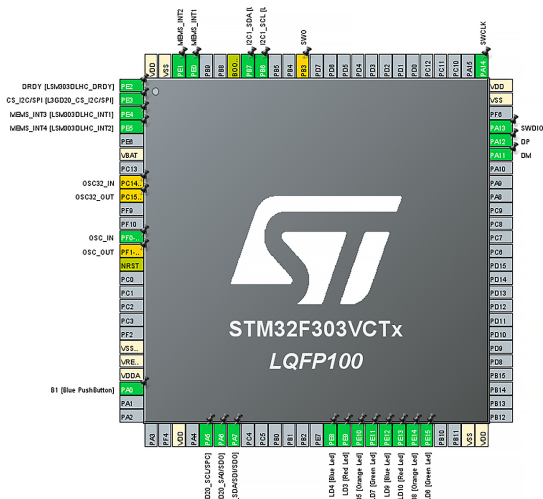

Рис. 2.1. Окно для настройки режимов пинов микроконтроллера
4. После этого вы увидите окно для настройки режимов пинов микроконтроллера (рис. 2.1).